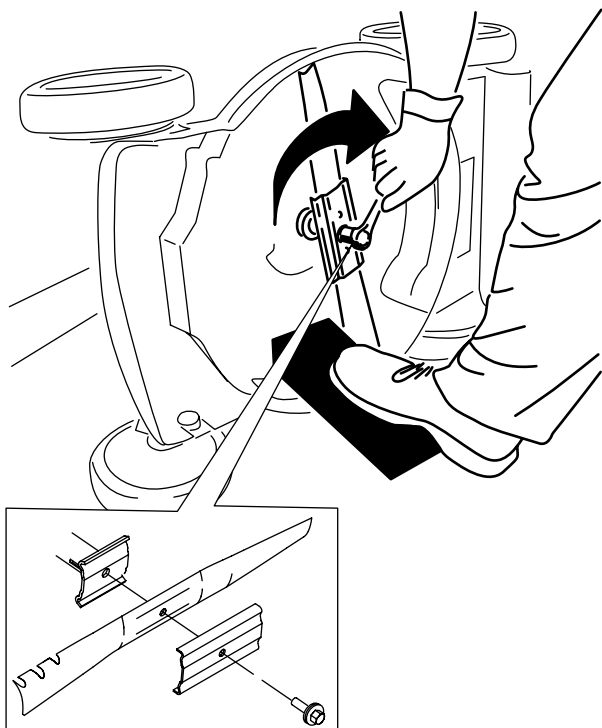

図 27
5. 新しいブレードを取り付ける。外したボルト類を使用する 図 27。